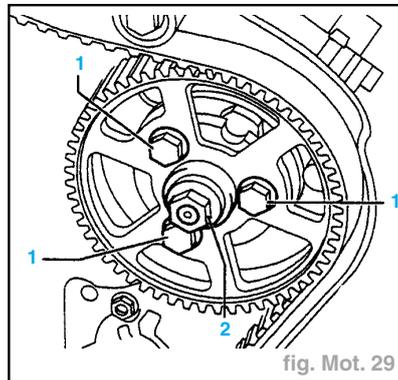

fig. Mot. 29
- Desserrer les vis de fixation (**1**) du pignon de la pompe d'injection (retenir avec le **MP 1-216**) (fig. Mot. 29).
- Desserrer deux vis de fixation (**1**) du pignon de la pompe d'injection (les maintenir avec le **MP 1-216**) (fig. Mot. 29).